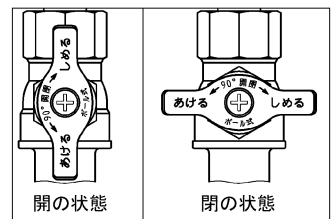

図 5
- ② ハンドルを時計回りに 90° 回すと閉栓します。ハンドルの向きは、流水方向と垂直になります。(図 5 参照)